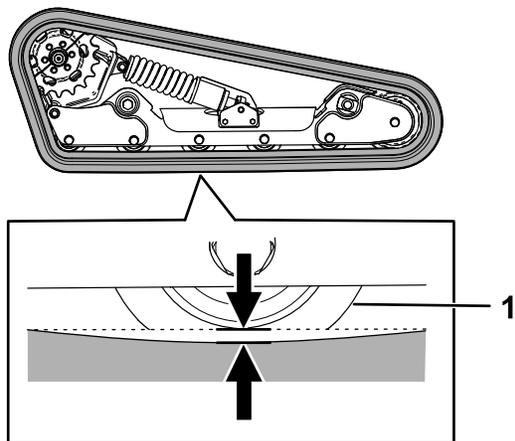

Рисунок 56
Приподнимите и установите на опору одну сторону машины и, используя массу гусеницы, проверьте, чтобы зазор между нижней частью кромки опорного катка и гусеницей был равен 12,7 мм, как показано на Рисунок 56. Если это не так, отрегулируйте натяжение гусеницы, используя следующую процедуру.
5. Используя ключ с храповым механизмом на ½ дюйма, поверните натяжной винт так, чтобы прогиб гусеницы составил 12,7 мм, как показано на Рисунок 56.
9. Проверьте, чтобы прогиб гусеницы был равен 12,7 мм, как показано на Рисунок 56. При необходимости отрегулируйте тормоза.
20. Используя ключ с храповым механизмом на ½ дюйма, поверните натяжной винт против часовой стрелки так, чтобы прогиб гусеницы составил 12,7 мм, как показано на Рисунок 56.
25. Проверьте, чтобы прогиб гусеницы составлял 12,7 мм, как показано на Рисунок 56.